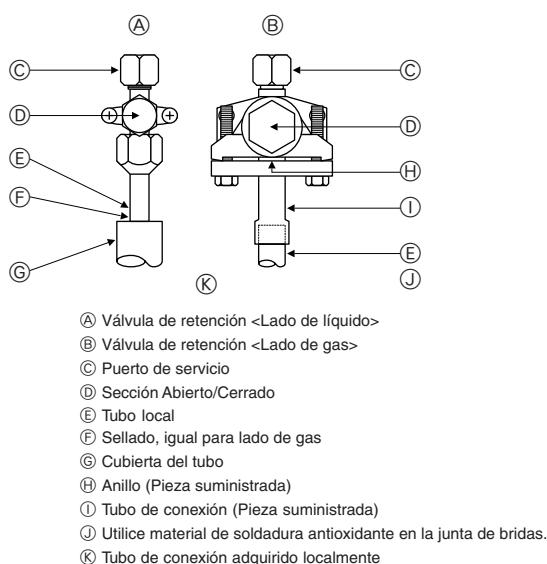

Fig. 5-5
5.4. Prueba de fuga de gas del tubo de refrigerante (Fig. 5-5)